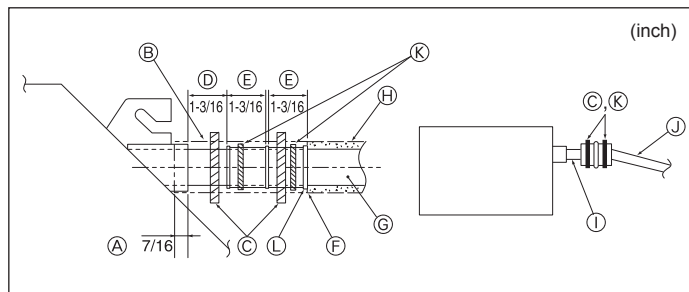

Fig. 4-6
- Raccorder la prise d'écoulement (fourni avec l'appareil) au port de drainage. (Fig. 4-6)